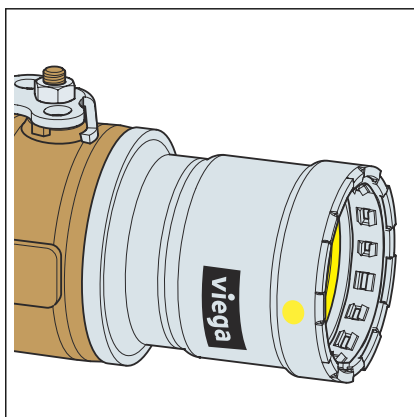

Abb. 5: Kennzeichnung
- gelber Punkt auf jedem Pressanschluss ↪ Abb. 5
- Viega ↪ Abb. 5